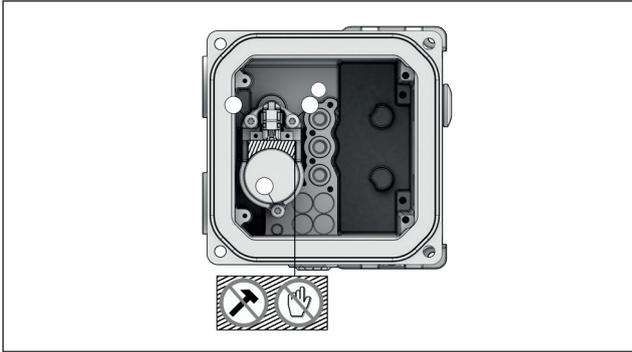

Fig. 80. NDX\_511\_ e NDX\_512\_
- Puxe o pré-estágio cuidadosamente. Recomenda-se usar um alicate para agarrar as ranhuras nas laterais do pré-estágio. Tenha cuidado para não tocar nas partes móveis do pré-estágio. (Fig. 80)